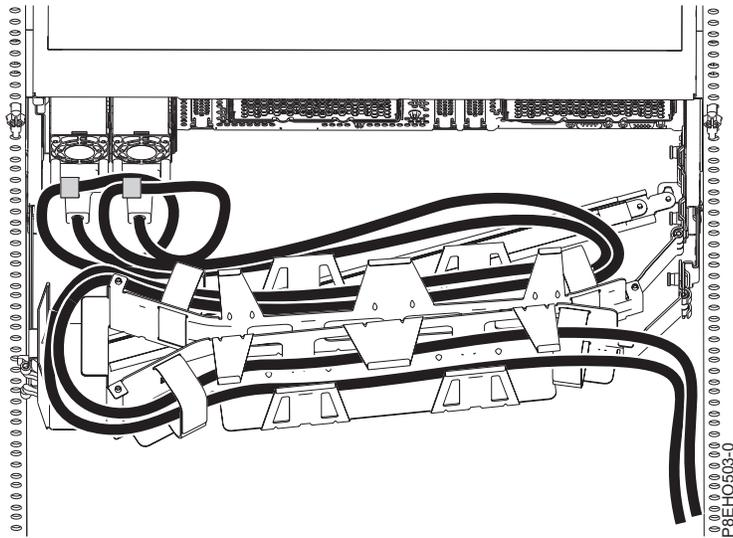
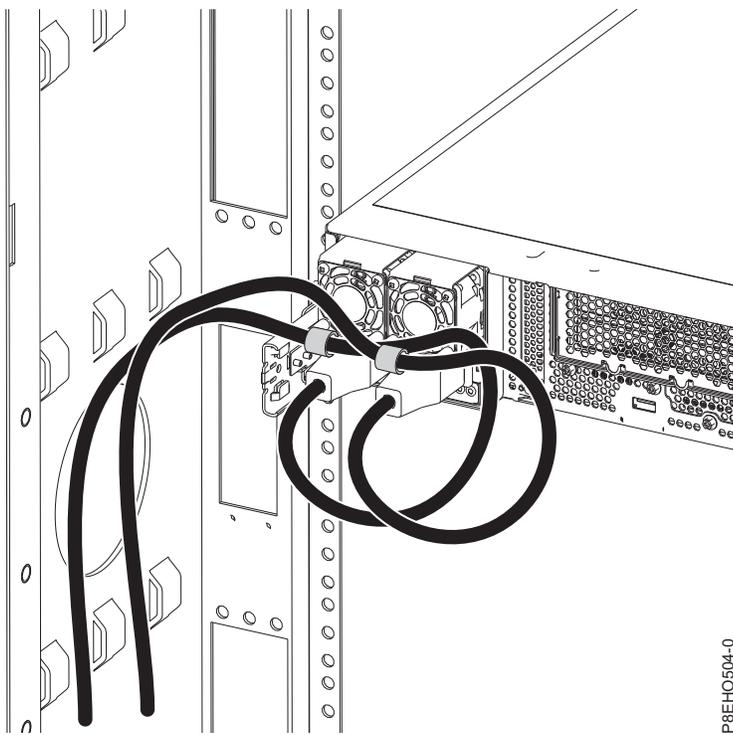

Figura 126. Loop de cabo de energia com roteamento do braço de gerenciamento do cabo. Os loops do cabo de energia no sentido anti-horário para a direita.
Figura 127. Loop do cabo de energia com roteamento da parede lateral. Os loops do cabo de energia no sentido anti-horário para a esquerda.
3. Etiqueta e desconecte os cabos de energia da alça da fonte de alimentação. Desaperte os prendedores em gancho e loop que liga o cabo de energia à alça da fonte de alimentação. Observe como a energia é um loop; será necessário fazer esse mesmo loop ao reconectar os cabos de energia. Há dois tipos de loops, detalhado no Figura 126 na página 132 e Figura 127 na página 132.